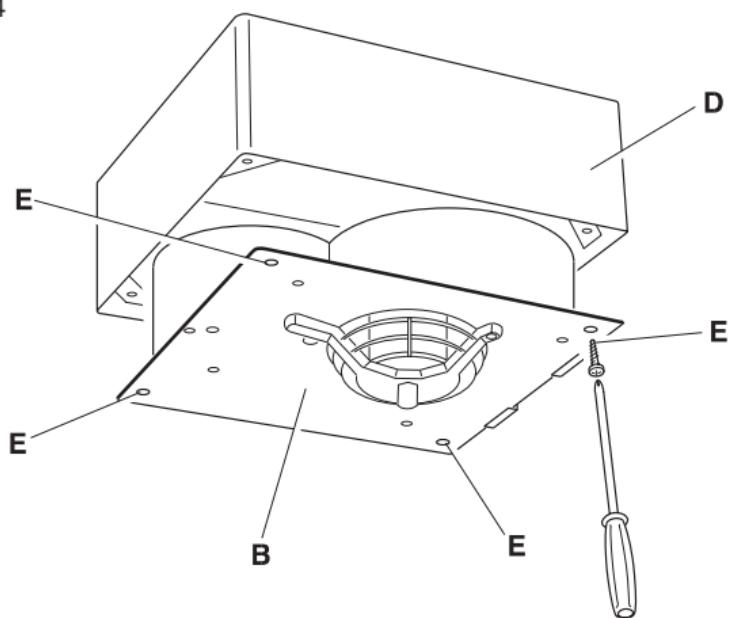

Fig. 5
- 3) Per il fissaggio dell'involucro (D) al pensile si può procedere in 3 modi (Fig. 5).